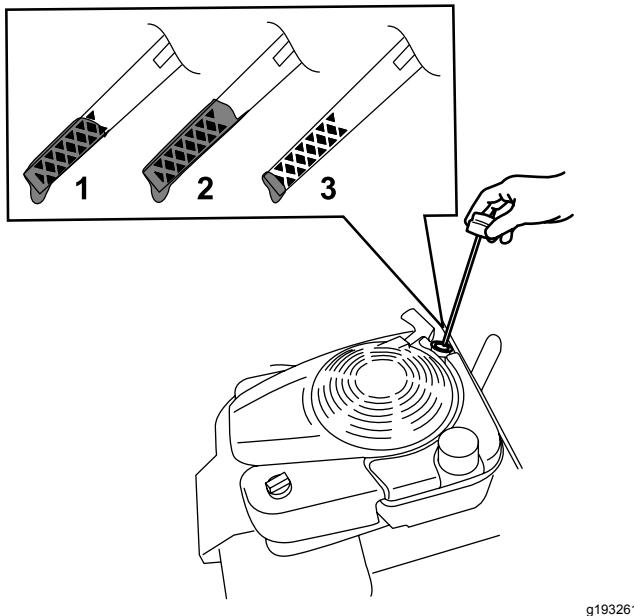

Figure 32
- Tournez le bouchon dans le sens antihoraire et sortez la jauge (Figure 32).
- Relevez le niveau d'huile indiqué sur la jauge (Figure 32).